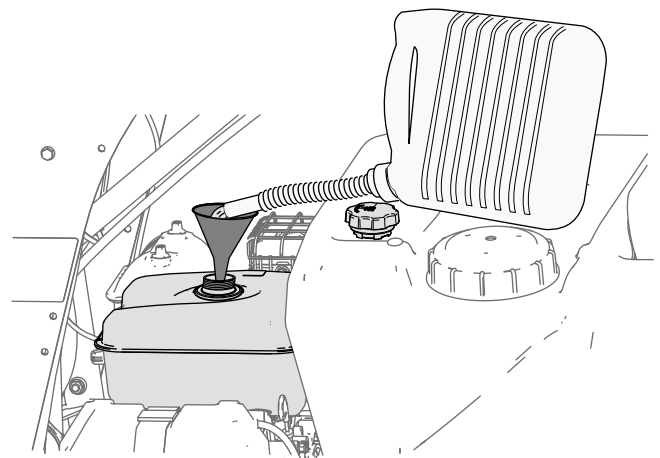

Figure 15
3. Nettoyez la surface autour du bouchon du réservoir de carburant et enlevez le bouchon (Figure 15).
4. Remplissez le réservoir de carburant (Figure 15) jusqu'à 6 à 13 mm (1/4 à 1/2 po) du haut du